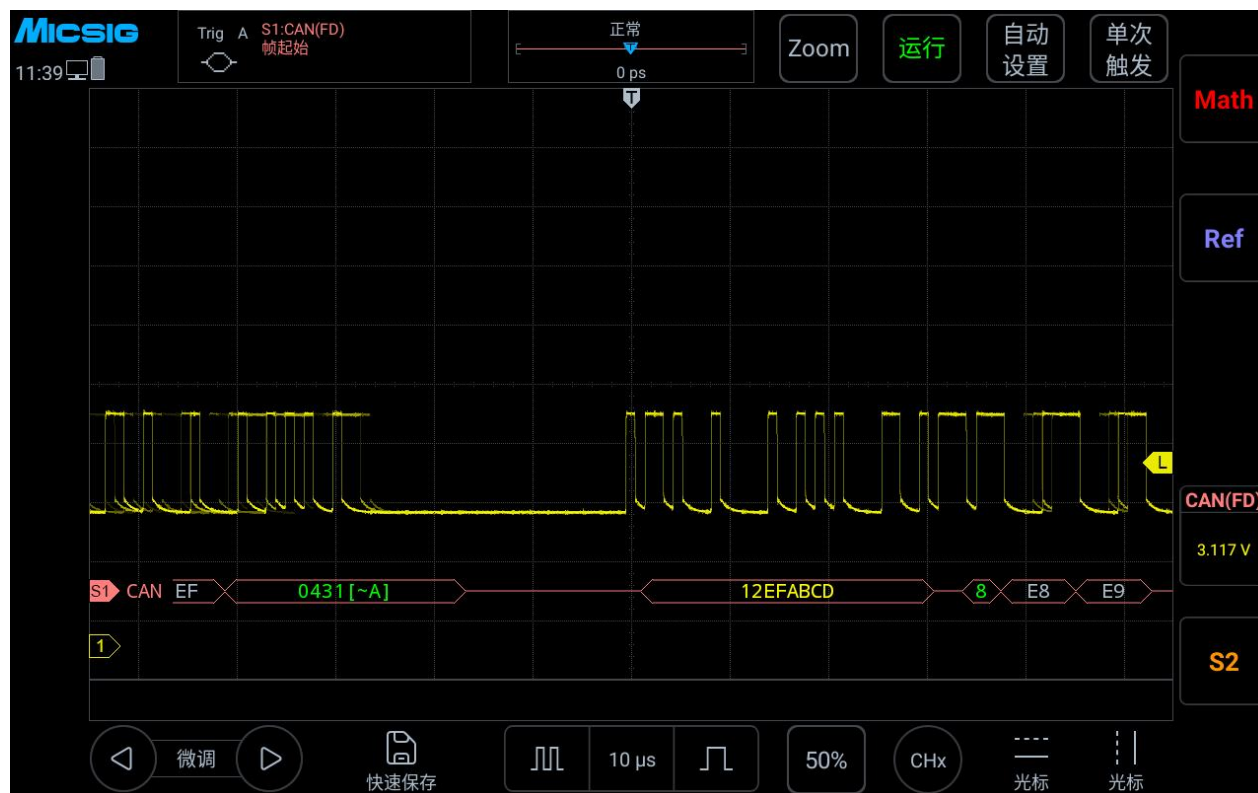

图 13-16 CAN 图形界面
- (3) 打开触发方式配置菜单, 点选“帧起始”;
- (4) 依据信号幅值调节阈值电平; CAN 触发图形界面见图 13-16: